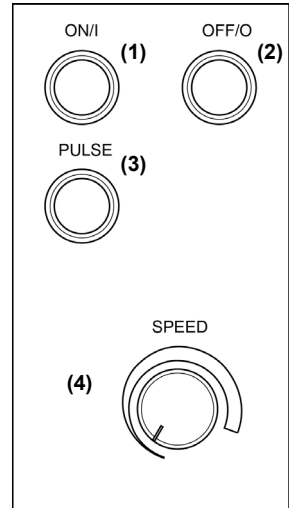

Abb.5
1. Die Starttaste ON (Bez. 1 - Abb. 5) und die Stopptaste OFF (Bez. 2 - Abb. 5) drücken.
3. Prüfen, ob durch die Drehung des Geschwindigkeitsreglerknopf SPEED (Bez. 4 - Abb. 5) im Uhrzeigersinn die Drehzahl steigt (und umgekehrt).
4. Die Taste PULSE (Ref. 3 - Abb. 5) betätigen und überprüfen, dass die Maschine in kurzen Impulsen läuft.
Dort befinden sich die Taste ON (1), die Taste OFF (2), die Taste PULSE (3) und der Geschwindigkeitsregler SPEED (4) (Abb. 5).
ACHTUNG! Vor der Ausführung von Reinigungsarbeiten den Geschwindigkeitsregler auf die niedrigste Drehzahlstufe stellen (Bez. 4 - Abb. 5) und dann den Netzstecker abziehen, um das Gerät komplett von der restlichen Anlage zu trennen.